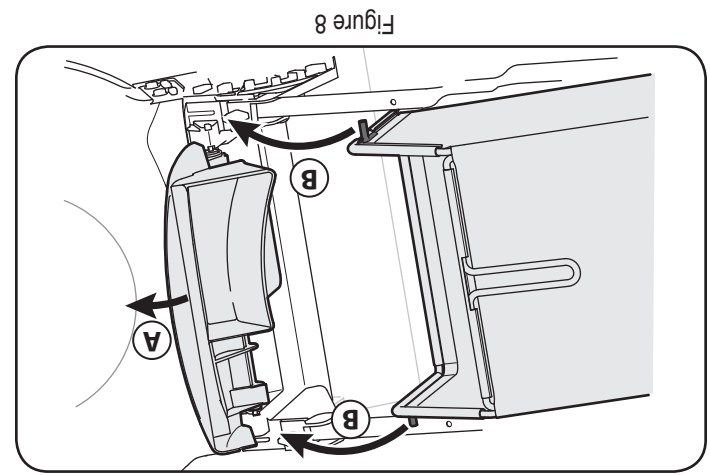

Figure 8
- b. Installez le sac à herbe dans les fentes aménagées dans les supports du guidon, comme à la Figure 8. Lâchez le clapet pour qu'il repose sur le sac à herbe.